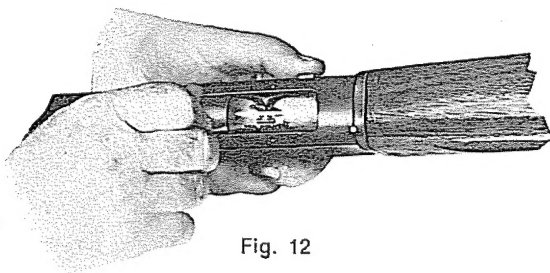

Fig. 12
- b) Premere lo svincolo col pollice sinistro per poter abbassare l'elevatore o cucchiaino (tav. 2° - B) con l'orlo della cartuccia (fig. 12).
- b — press in carrier latch button to depress carrier with the shell (B - Table 2) (fig. 12).
- b — *presser le poussoir du levier d'arrêt de l'élévateur pour baisser l'élévateur avec l'extrémité de la cartouche (fig. 12 - table 2 - pièce B)*